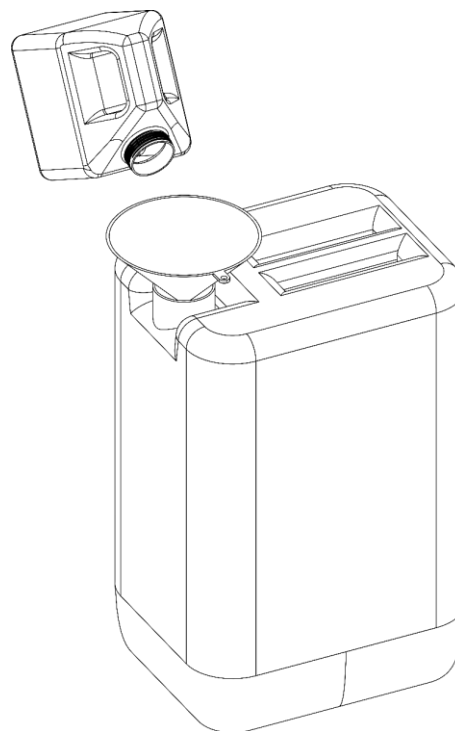

Fig. 43
- 07) Gebruik een trechter om de mistvloeistof uit de tank in de originele jerrycan van mistvloeistof te gieten, zoals getoond in Fig. 43.